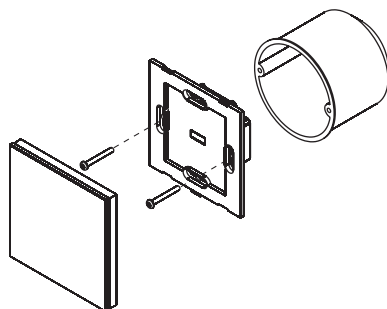

Рисунок 4. Установка панели управления в монтажную коробку
- 3.6. Установите корпус панели в монтажную коробку и закрепите его при помощи двух винтов (Рис. 4).